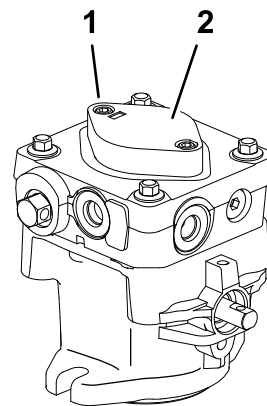

Figura 52
7. Per innescare la pompa di carico, allentate due bulloni senza dado a esagono incassato (Figura 52) soltanto di un 1 giro e mezzo. Accertatevi che il motore non giri. Sollevate la scatola della pompa di carico verso l'alto e attendete che da sotto la scatola fuoriesca un flusso uniforme di olio. Serrate di nuovo i bulloni senza dado. Eseguite questa operazione per entrambe le pompe.